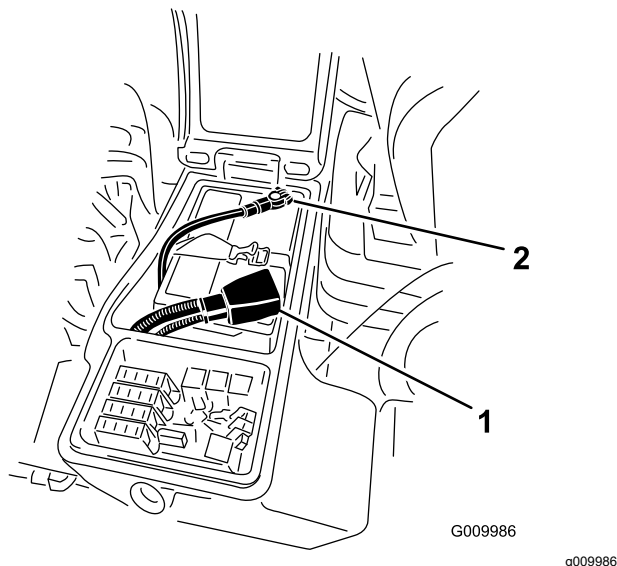

Figure 53
3. Débranchez le câble négatif (noir) de la borne négative (-), puis le câble positif (rouge) de la borne positive (+) de la batterie (Figure 53).
6. Raccordez le câble positif (rouge) de la batterie à la borne positive (+) et le câble négatif (noir) à la borne négative (-) (Figure 53).